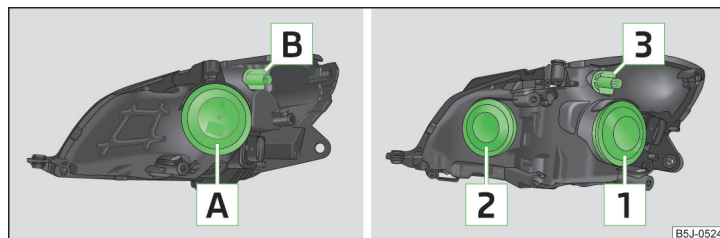

Fig. 154 Dispunerea becurilor: Faruri cu halogen/Proiectoare cu halogen
- > Scoateți capacul din cauciuc » fig. 154 la pagina 173.
- > Detașați capacul din cauciuc » fig. 154 la pagina 173.
- > Rotiți soclul » fig. 154 la pagina 173, resp. soclul până la limită în sens anti-orar, și extrageți-l, împreună cu becul pentru lumina de semnalizare.
- > Scoateți capacul din cauciuc » fig. 154 la pagina 173, resp. .